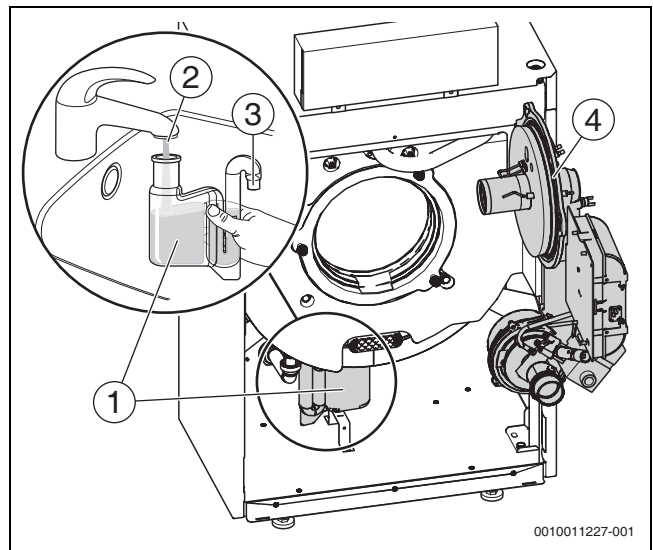

Fig. 75 Nettoyage du siphon
- ▶ Avant de monter le brûleur, vérifier que le joint torique (→ fig. 75, page 42[4]) est bien en place et corriger si nécessaire.